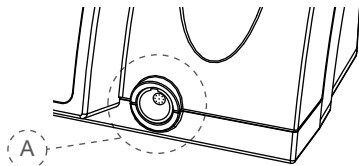

Fig. 2 Anslutning, sedd framifrån
5. Anslut mikromotorkabelns stickkontakt till uttaget (fig. 2, A) på framsidan av styrenheten.
Uttaget (fig. 2, A) är en normal insticksanslutning. Rikta in den röda punkten på stickkontakten vertikalt och efter styringen i uttaget. Skruva inte in stickkontakten i uttaget. Håll i metalländen när kabeln dras ur. Skruva inte ur stickkontakten.